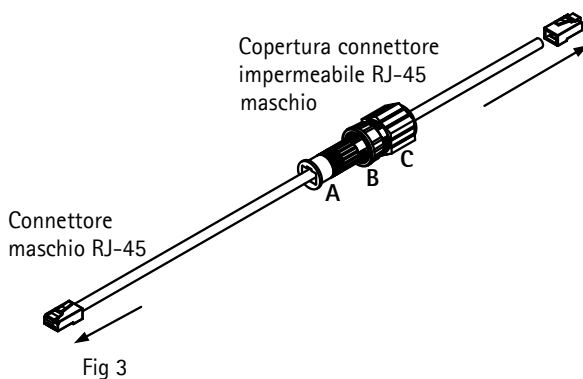

Fig 3
1. Far scorrere la copertura del connettore impermeabile maschio (A,B e C) sul cavo Ethernet. Vedere Fig 3.
3. Far scorrere il connettore (A) sul connettore RJ-45 maschio collegato all'ingresso dati. Vedere Fig 3.
4. Far scorrere l'alloggiamento (B) sul connettore e sulla vite (serrare a mano). Vedere Fig 3.
5. Far scorrere la copertura (B) sul connettore e sulla vite (serrare a mano). Vedere Fig 3.